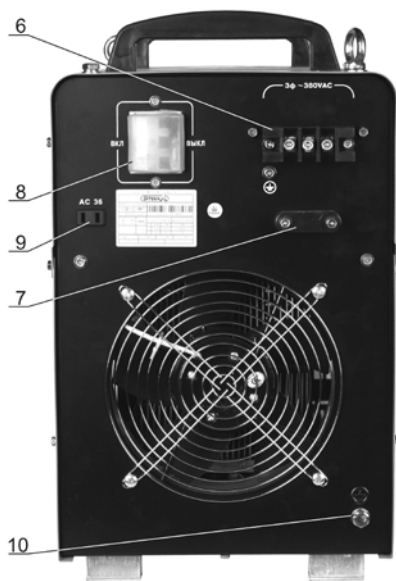
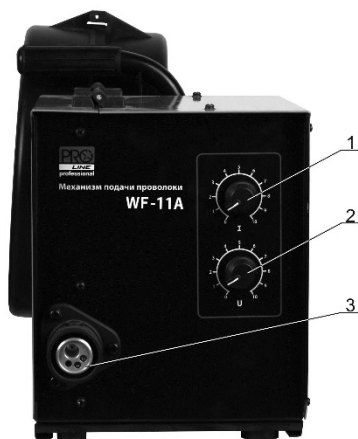

Рисунок 3 – Тыльная панель полуавтоматов сварочных БИМАрк MIG-350/ MIG-500
Рисунок 5 – Панель управления полуавтомата БИМАрк MIG-350/ MIG-500
Внешний вид лицевой и тыльной панелей БИМАрк MIG-350/ MIG-500 серии PRO Line приведён на рис. 2 и рис. 3. Панель управления источника – рис. 4, механизма подачи – рис.5
4.2. Подключите сетевой кабель на колодку полуавтомата (поз.6 Рис.3), расположенную на задней стенке. Фазные провода закрепите винтами колодки (М6), заземляющий проводник винтом (М6), расположенным рядом с колодкой. Сечение кабеля выберете в соответствии с потребляемым током (Табл. 1), способом прокладки кабеля, и его длиной.
Для защиты персонала от поражения электрическим током колодка защищена крышкой. Установите крышку. Зафиксируйте сетевой кабель фиксатором (поз.7 Рис. 3).
Подготовленную горелку подключите к евразъёму (поз.4 Рис. 5) и надёжно зафиксируйте накидной гайкой горелки.
4.7. Подайте электрическое напряжение на установку включением автоматического выключателя (поз.8 Рис. 3). На лицевой панели загорится индикатор «сеть», вентилятор охлаждения начнёт вращение.
4.11. По окончании работы переключите автоматический выключатель (поз.8 рис.3) в положение «OFF», при этом спустя несколько секунд полуавтомат выключится: вентилятор обдува останавливается, светодиодное табло гаснет.